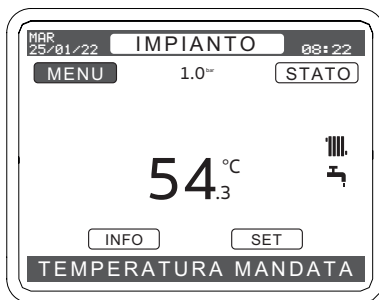

Figura 5.81
- Premere il tasto (↶) per spostarsi nel campo "MENU" Figura 5.81.